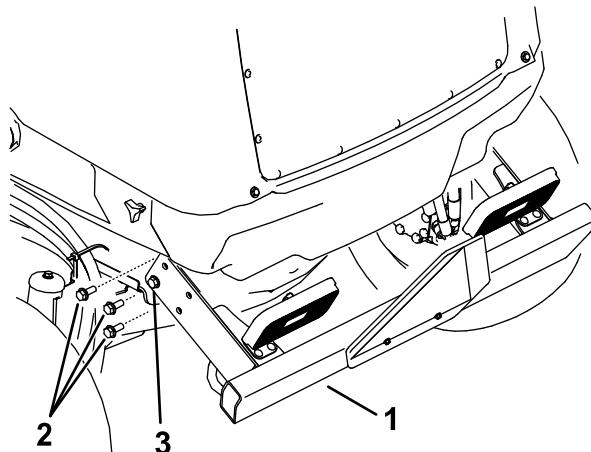

Рисунок 110
2. Выверните 3 фланцевых винта с каждой стороны заднего бампера, как показано на Рисунок 110.
6. Поднимите задний бампер в исходное положение и заверните фланцевые винты. Затяните все фланцевые винты, которые крепят задний бампер к раме (Рисунок 110).